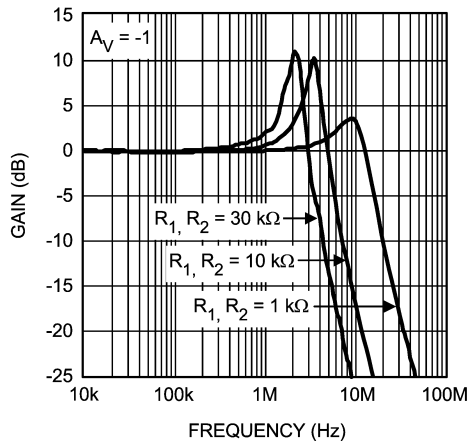

FIGURE 4. Closed Loop Frequency Response
式 (2) に示すとおり、 R_1 と R_2 を大きくするに伴ってポールは小さなアンプの帯域は狭くなります。Figure 4 に R_1 と R_2 の値を変えた場合の周波数応答を示します。帰還抵抗には可能な範囲でなるべく低抵抗を選択してください。